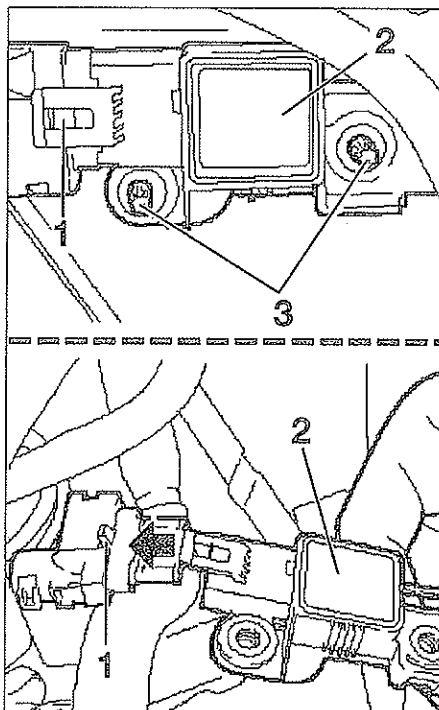

FIG. 18
- Desenchufar el conector (1) del captador de airbag (2) (fig. 18).
- Desmontar los dos tornillos de fijación (3) del captador.
- los dos tornillos de fijación (3) del captador (2) (fig. 18).
- Desenchufar el conector (1) de captador de airbag.